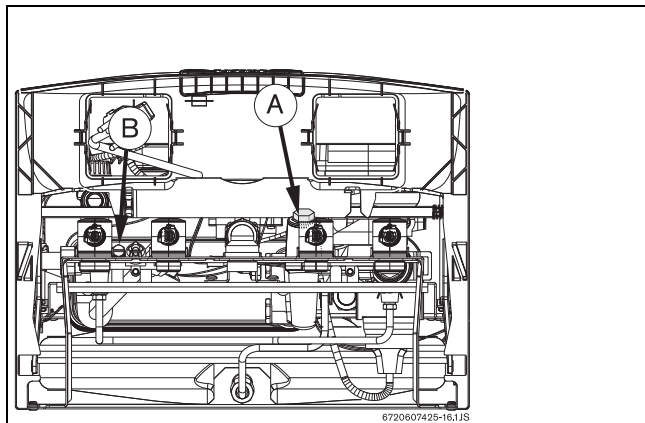

Fig. 32
- ▶ Aflojar el tapón (Fig. 32, Pos. A).
- Desenroscar el tornillo de desagüe (Fig. 32, Pos. B).